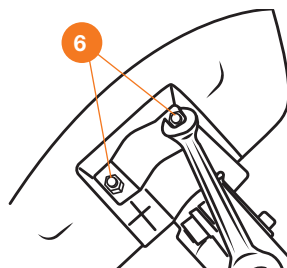

Рис. 8
- Присоедините планку крепления редуктора к кожуху и накрутите на винты контротящие гайки **6** (Рис. 8).